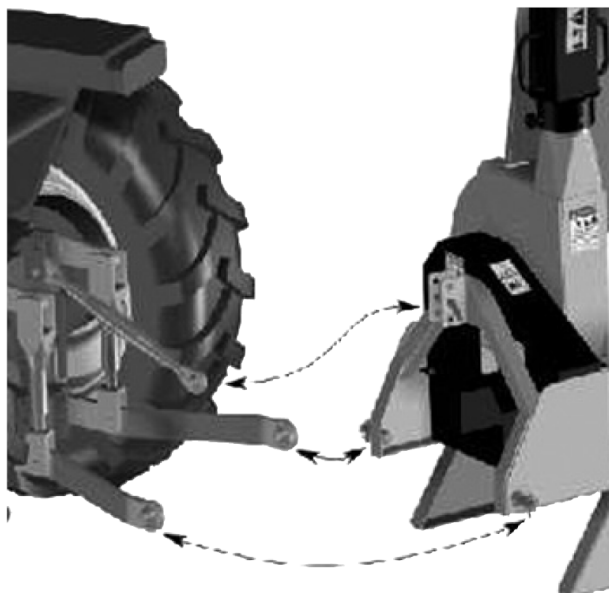

Figura 6.2: Imagen ilustrativa de los 3 puntos del tractor
Es necesario conectar los tres puntos de enganche del sistema hidráulico, tal y como se muestra en la Figura 6.2 de la página 77, y a continuación colocar el eje cardán correspondiente (5).